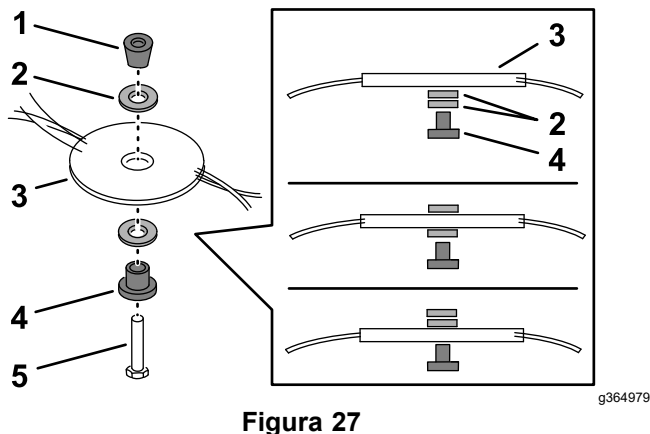

Figura 27
2. Modificate la posizione dei distanziali per regolare l'altezza di taglio come illustrato nella (Figura 27).